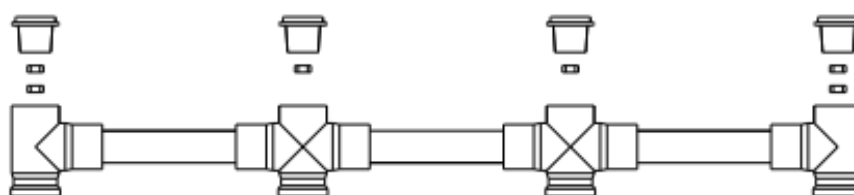

Рис.18
- смазать коническую поверхность заглушки небольшим количеством силиконовой смазки, установить ее в отверстие муфты (рис. 18) и затянуть с помощью динамометрического ключа с усилием 40 Нм.